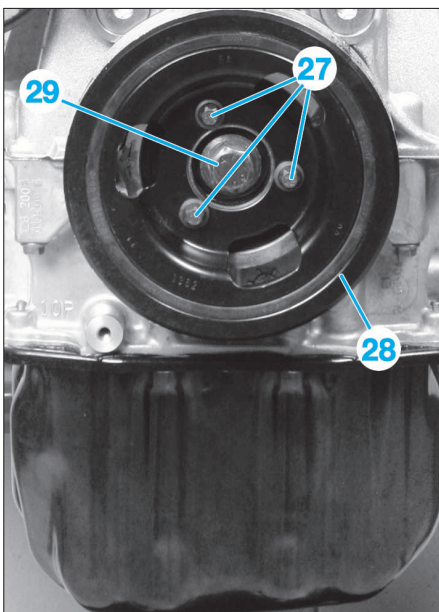

FIG. 8
- Déposer les 3 vis (27) et la poulie d'entraînement des accessoires (28) (Fig.8).